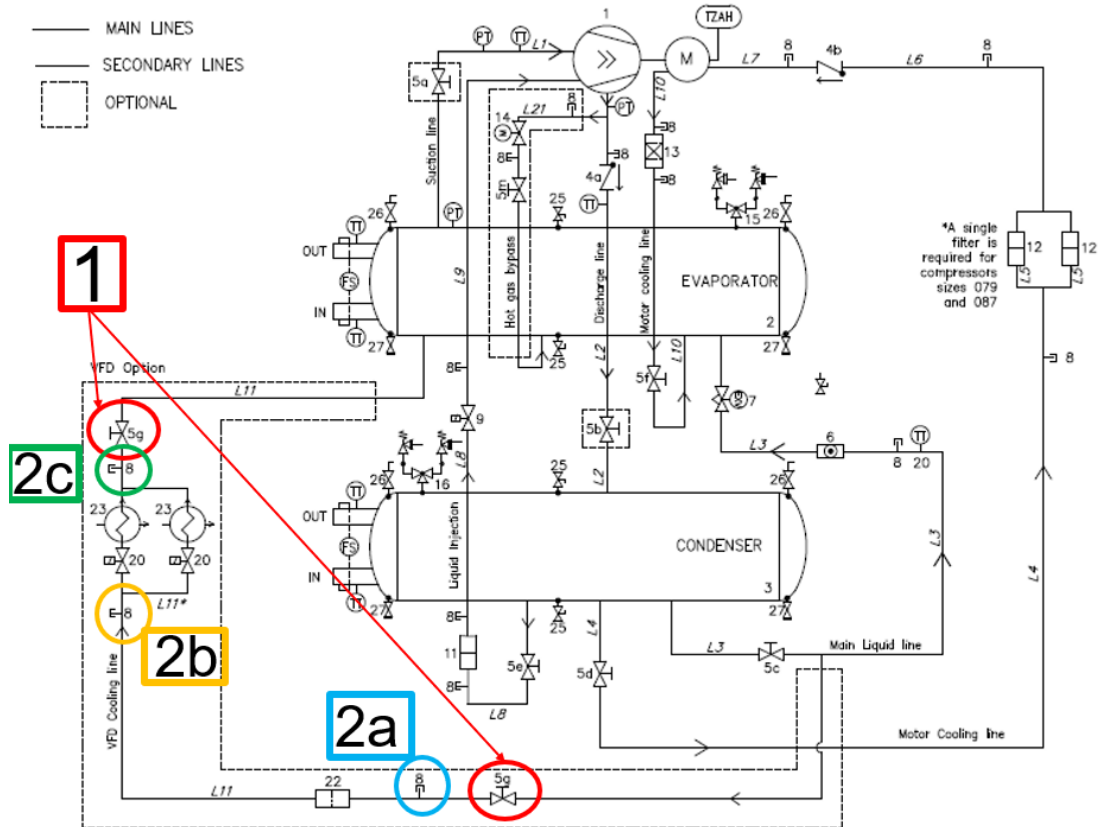

Рис. 1 Схема трубопроводов и КИП агрегата с выносным элементом линии охлаждения инвертора
- Закройте выделенные клапаны (1 на Рис. 1).
- Удалите хладагент из обоих фитингов доступа (2а и 2с на Рис. 1) и измерьте давление. Перед снятием панели убедитесь, что давление в линиях равно нулю.